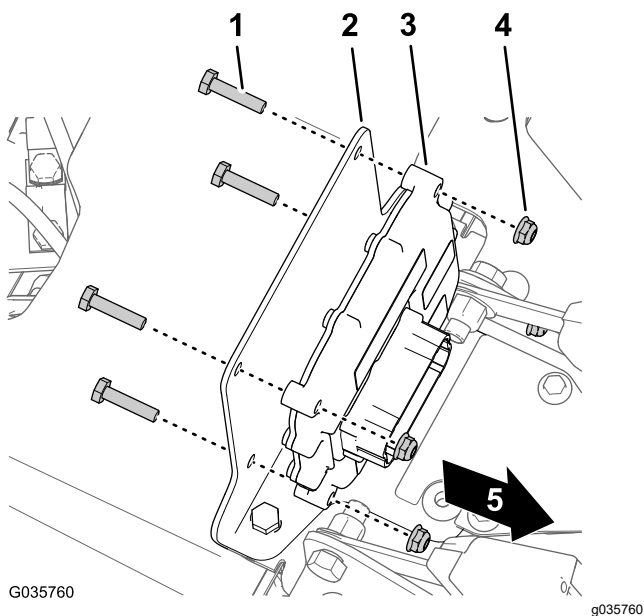

图 32
2. **对于 2015 年及之前的机器**——找到内部操作员和乘客安全带之间的可拔出栓塞从控制台底座上拆下可拔出栓塞图 32。
3. 用 4 个螺栓 $\frac{1}{4} \times 1\frac{1}{8}$ 英寸和 4 个锁紧螺母 $\frac{1}{4}$ 英寸将电子控制器安装到安装支架图 32 上。